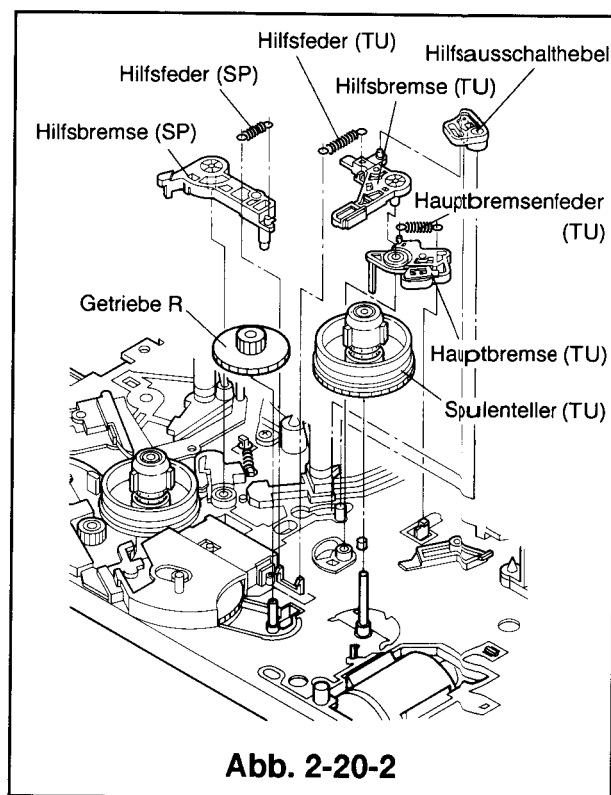

Abb. 2-20-2
- ⑤ Das Getriebe R (Aufwickelseite) anheben, um es von der Achse abzunehmen (siehe Abb.2-20-2).
- ② Den Aufwickelteller auf der Achse montieren (siehe Abb.2-20-2).